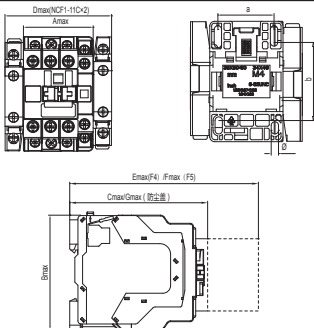

图1 NC5-0611 ~ 3811系列交流接触器外形与安装尺寸
6.1 NC5-0611 ~ 3811系列交流接触器安装尺寸与外形尺寸，见图1及表3，型号规格重量见箱贴。